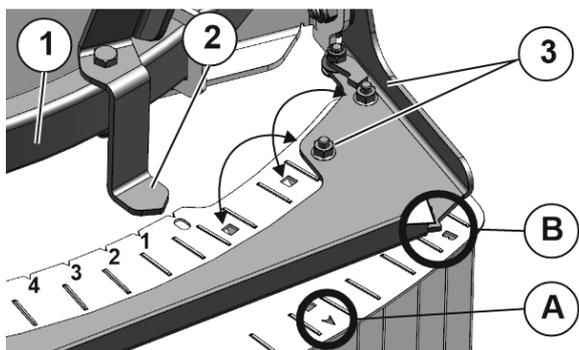

图 64
2. 移动导向架（图 64/1）上的膜片块，直至指针（图 64/2）停在撒肥表的设置值上。